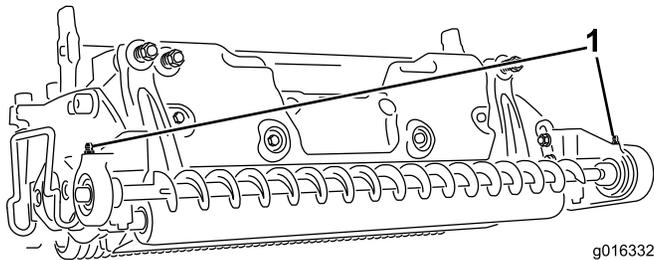

Figura 24
2. Pulite i raccordi di ingrassaggio in modo da evitare che corpi estranei possano entrare nel cuscinetto o nella boccia; vedere Figura 24.